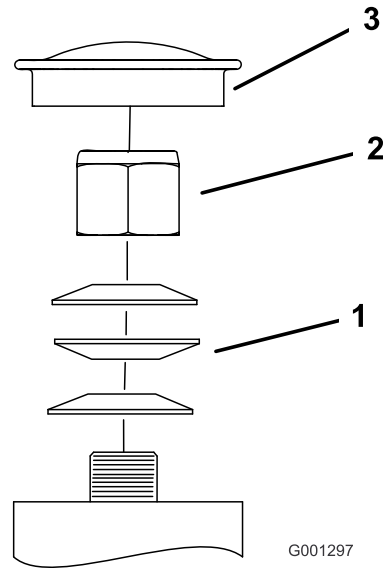

Figure 66
3. Retirez le capuchon antipoussière de la roue pivotante et serrez le contre-écrou (Figure 66).
4. Continuez de serrer le contre-écrou jusqu'à ce que les rondelles élastiques soient aplaties, puis desserrez-le de 1/4 de tour pour obtenir la précharge correcte des roulements (Figure 66).
Important: Veillez à placer les rondelles élastiques comme montré à la Figure 66.
5. Reposez le couvere-moyeu (Figure 66).